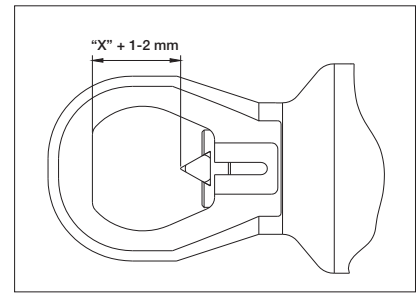

Figura 7
4. Gire el cabezal cortante hasta que la distancia desde la cabeza plana hasta el extremo de la cuchilla sea la misma que la distancia entre la tuerca y el tornillo anteriormente medida en el paso 1 MÁS 1 ó 2 mm (1/16") adicionales. Véase la figura 7.